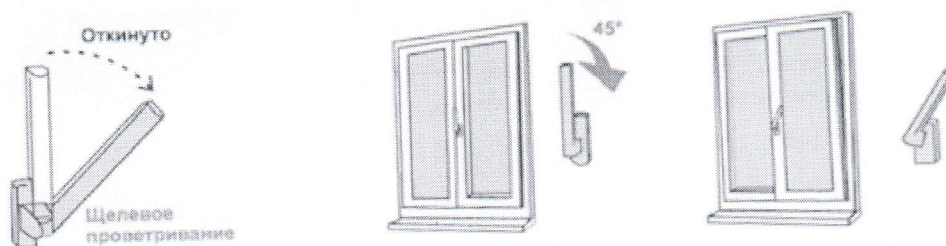

Рис.3
5) Для перевода створки в положение «Проветривание» ручку поворачивают из положения «Откинута» в положение «Проветривание» на 45 градусов (см. Рис. 3) При этом створка окна (после небольшого поворота относительно нижней горизонтальной оси) фиксируется, будучи неплотно прижатой к раме окна вверху. Зазор между рамой окна и створкой (в верхней части) в данном режиме может составлять от 5 до 10мм. и регулируется небольшим поворотом ручки (щелевой режим).